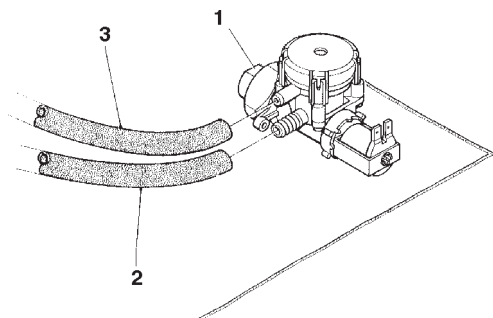

Fig. 13
Avec un tube approprié (disponible comme kit additionnel), à même de supporter la pression de réseau, et du type reconnu pour emploi alimentaire avec un diamètre interne d'au moins 6 mm, relier le réseau au raccord 3/4" gaz de l'électrovanne de l'arrivée d'eau (voir fig. 13).
L'électrovanne d'entrée de l'eau (voir fig. 13) est équipée d'un dispositif anti-débordement, qui bloque mécaniquement l'entrée d'eau lors d'une panne de l'électrovanne ou du mécanisme de contrôle du niveau d'eau dans la chaudière. Pour rétablir le service normal, procéder de la manière suivante :
- dévisser l'écrou de fixation du tuyau d'alimentation de l'électrovanne pour décharger la pression résiduelle du réseau puis le resserrer (voir fig. 13) ;